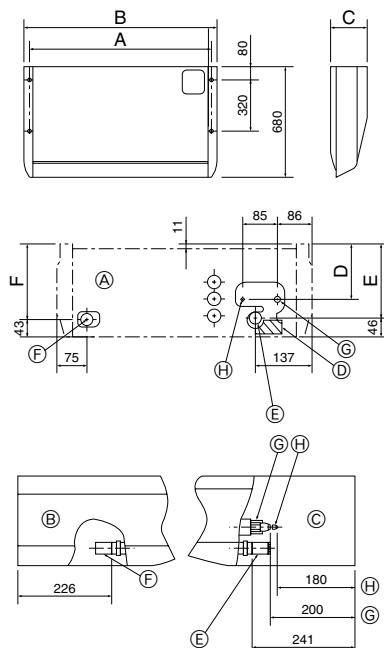

Fig. 3-2
①	Pakning	4 stk.
②	Rørafækning	1 stk. stor størrelse (til gasrør)
③	Rørafækning	1 stk. lille størrelse (til væskerør)
④	Bånd	4 stk.
⑤	Samlemuffe	1 stk. mærket "UNIT"
⑥	Muffedække	1 stk.
⑦	Drænrørsafækning	1 stk.
3.2. Forberedelse til installation (Fig. 3-2)